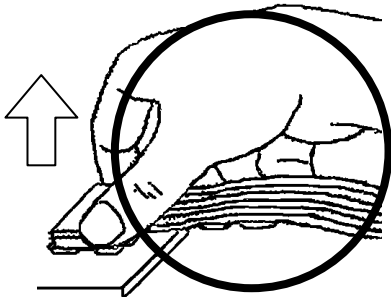

Fig.6 Pull out handling (good way)
- a) コネクタの離脱はコネクタに近い部分を持ち、出来るだけコネクタを平行な状態で垂直に引抜いてください。コジリ(ねじり、回転)を行うとコンタクト変形の原因になります (Fig.6, 8)。
- a) When pulling out of Connectors, please apply force directly to the Connector and pull out vertical direction, as much as possible. Kojiri, twist & rotation will cause the contact deformation. (Fig.6, 8)